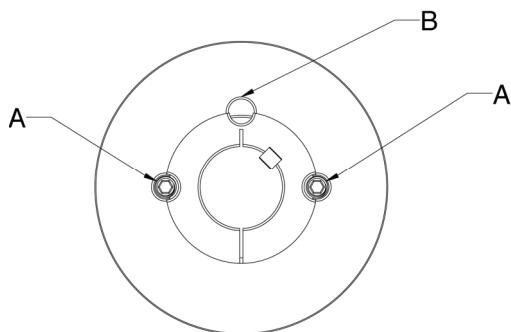

Рис. 32 Шкив с втулками № от 1008 до 3030
1. из отверстий, обозначенных буквой „A” (рис. 32 или 33) следует вывернуть винты с шестигранным гнездом